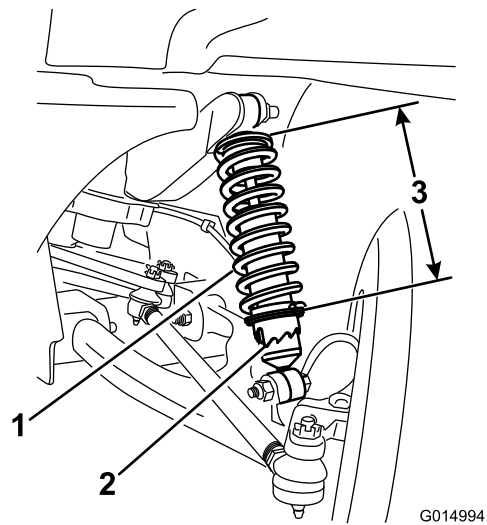

Bild 61
3. Drehen Sie den Kragen am Stoßdämpfer mit dem Werkzeug TORO6010, um die Länge der Feder zu ändern (Bild 61).